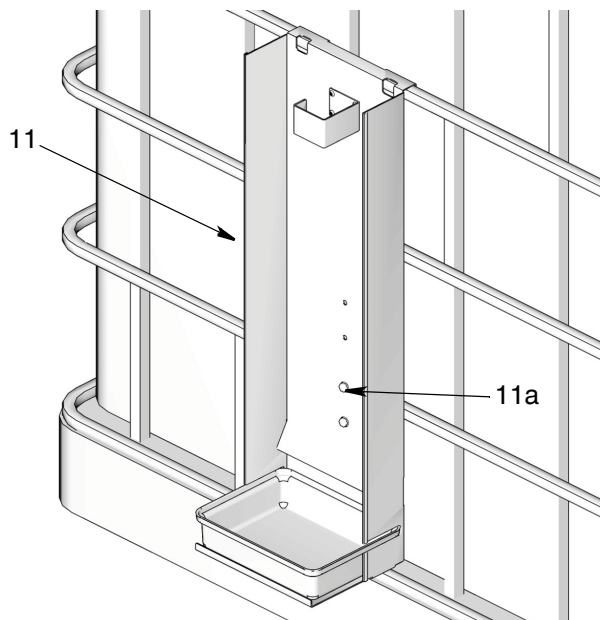

Рис. 19
- Приложите раму расходомера (11) к стенке контейнера IBC, как показано на Рис. 19. Зафиксируйте раму на месте четырьмя винтами (11a).